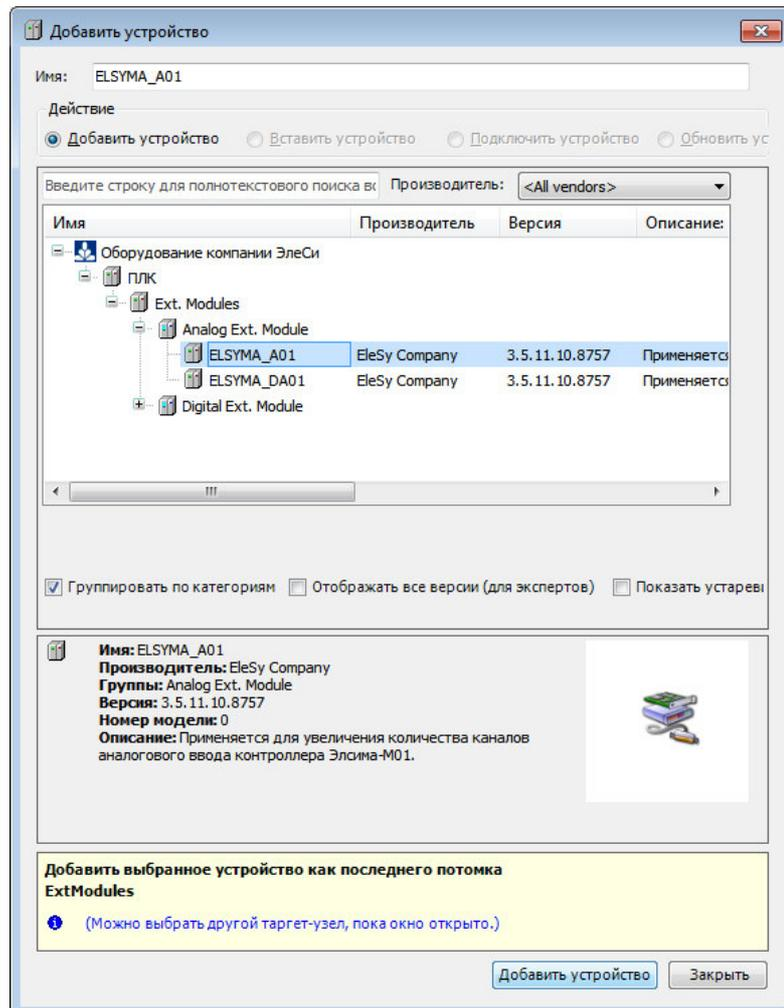

Рисунок 3.7 – Окно добавления устройств. Добавление аналогового модуля
4. Кликнуть правой кнопкой мыши по узлу *ExtModules* (находится в *ELSYMA_M01*) и выбрать команду «*Добавить устройство...*» (рисунок 3.7). В поле **Производитель:** следует выбрать *EleSy Company*, выбрать устройство *ELSYMA_A01* и нажать кнопку «*Добавить устройство...*».